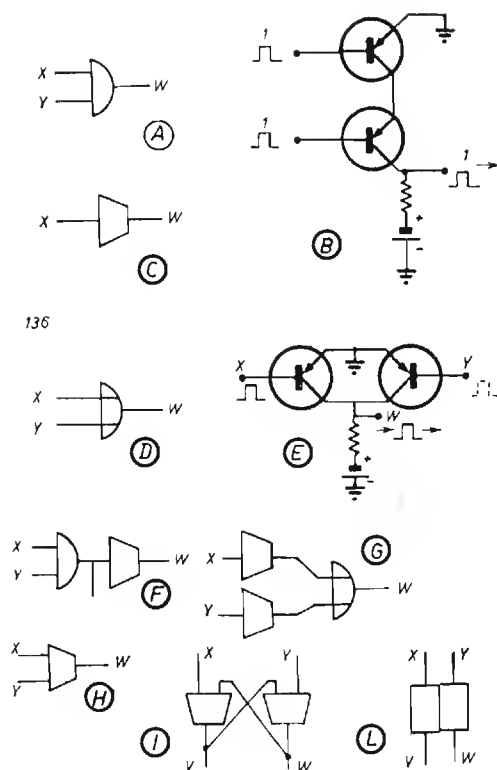

Fig. 136
Nel modulo logico di fig. 136 A (circuitto reale fig. 136 B), si hanno due ingressi : X - Y e l'uscita W.
Col modulo OR (fig. 136 D) — uno dei tanti circuiti reali in figura 136 E); abbiamo un'uscita logica in W quando ad almeno uno dei suoi ingressi è presente il segnale.
Nei circuiti logici di dianzi, l'uscita dipende esclusivamente dall'essere presente o assente il segnale ingresso. Collegando due NOR come in fig. 136 I) si ottiene una combinazione che « si ricorda » del segnale comparso all'ingresso per un breve istante. Il simbolo della memoria è in figura 136 L: l'ingresso X è detto « di predisposizione », l'ingresso Y « di ripristino ».
3) PNP innescato illumina la lampada e fornisce il potenziale di tenuta a NPN; basta così un brevissimo impulso ad eccitare lo SCS ed a mantenerlo in conduzione. Esso si comporta insomma come la memoria di fig. 136 L.